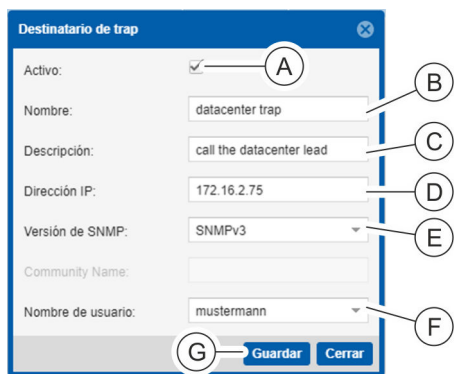

Fig. 142: Ventana "Destinatarios de trap"
1. ➤ Configure el destinatario de trap según Agregar un destinatario con SNMPv1/SNMPv2, pasos 1–4 (Fig. 142/Ⓐ – Ⓓ).
2. ➤ En el cuadro de selección, seleccione la versión de SNMP "SNMPv3" (Fig. 142/Ⓔ).
3. ➤ Seleccione un nombre de usuario (Fig. 142/Ⓣ).
4. ➤ Una vez introducidos los datos, cierre la ventana con el botón "Guardar" (Fig. 142/Ⓢ) para guardar la configuración en la PDU.